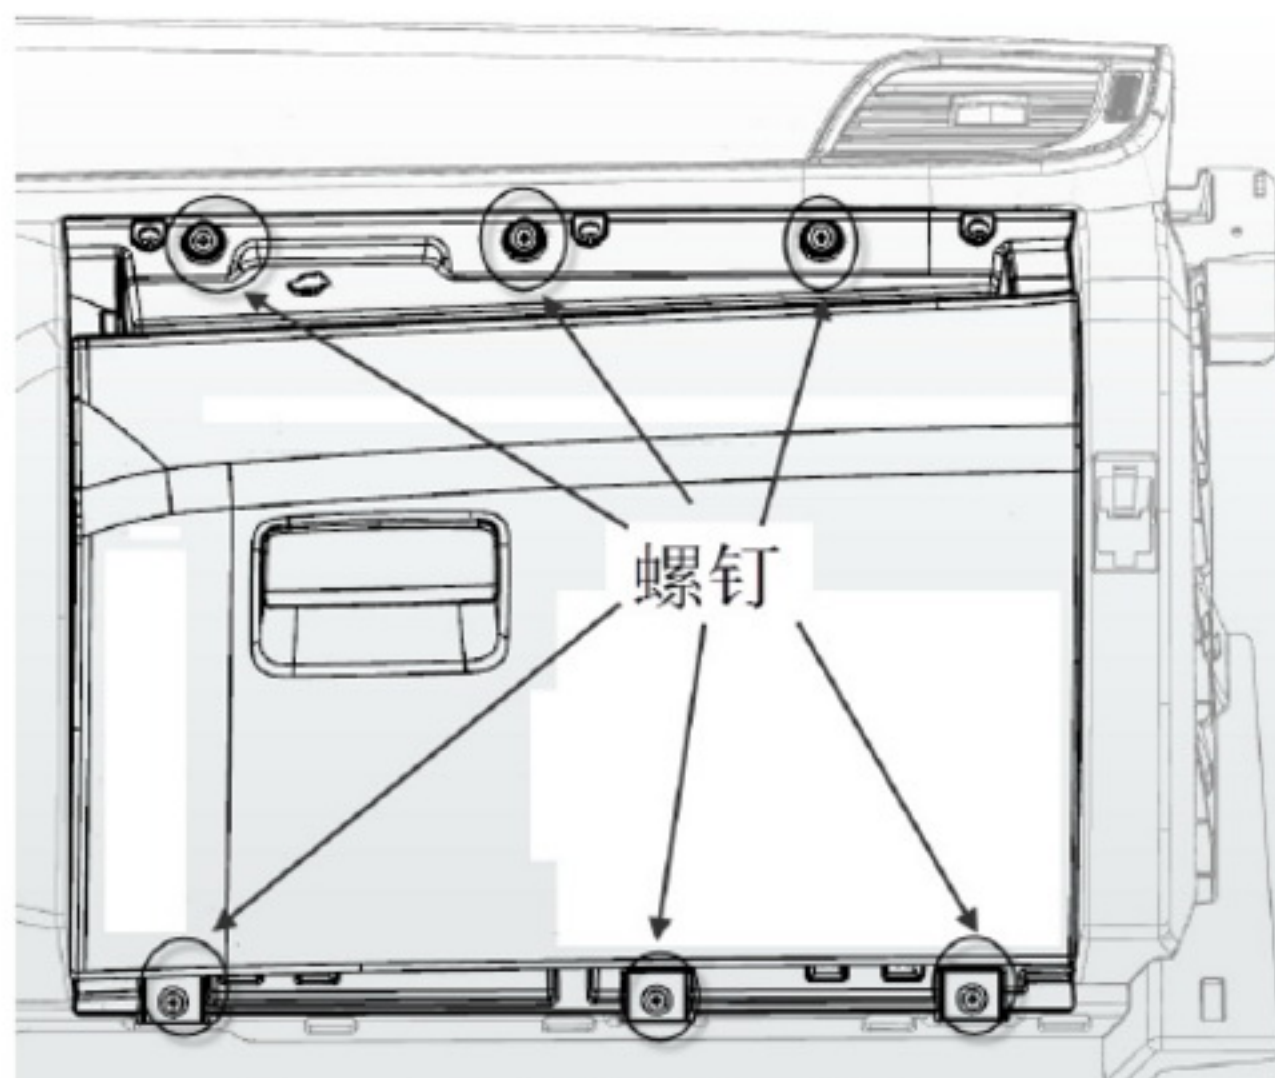

图 1-25 杂物箱总成示意图
(1) 将杂物箱开启到极限;
(2) 用十字螺丝刀拆卸下图 1-25 所示的 6 个螺钉;
(3) 延朝向身体方向水平向内拉杂物箱, 即完成杂物箱的拆卸。
(1) 拆卸上本体总成前需先将组合仪表罩, 组合仪表, 组合开关罩, 中盖板, 左、右装饰盖板, A 柱上护板, A 柱上护板盖板, 主、副驾安全气囊等件拆除, 并断开连接在仪表板上本体上的接插件;
(2) 用套筒拆卸仪表板上本体左右共两个六角头螺栓和大垫圈组合件 (Q150B0620T1F61K+Q40206);
(3) 用十字螺丝刀拆卸 8 个十字槽大半圆头自攻螺钉 (Q2734216F3A);
(4) 用头部缠绕柔性胶带 (或其它柔性产品) 的一字螺丝刀小心撬起图 1-25 所示的三个卡扣, 当所有卡扣都已脱开时, 缓慢向上翻转上本体, 使卡脚完全脱出。
(5) 向上旋转仪表板上本体一定角度,
(3) 然后向下旋转上本体, 注意上本体的三个卡扣卡脚 (图 1-25 所示) 卡入下本体, 待卡扣卡脚卡入下本体, 螺钉孔处限位柱卡入下本体, 然后拍紧卡扣;
(4) 打紧左右上角的螺栓, 然后打紧螺钉, 接插好接插件。